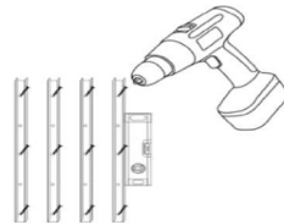

Рис.3
- 2.5 Закрепите вертикально (по уровню) монтажные планки. При монтаже допускается вкручивать крепеж через одно отверстие (рис.3).